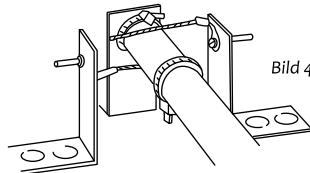

Bild 4
6) Die beiden Stromabnehmer werden direkt hinter der Öse rechtwinklig abgelenkt und an die restlichen zwei Lagerböcke geschraubt (Bild 4).